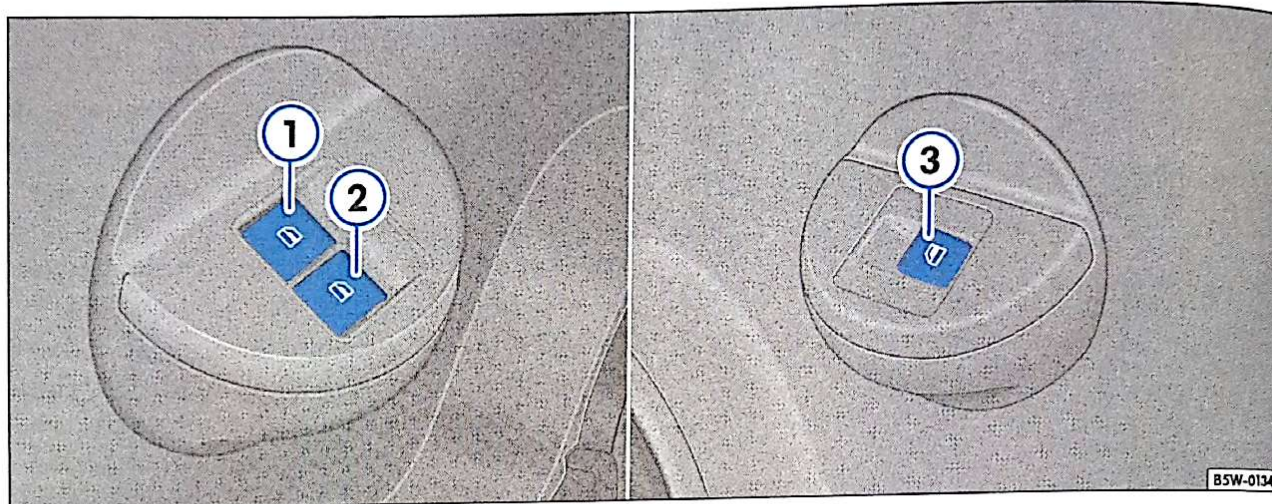

Fig. 55 Detalhe dos interruptores de acionamento elétrico dos vidros dianteiros na porta do condutor e na porta do passageiro dianteiro
- Mantenha a parte dianteira da tecla pressionada ⇒ fig. 55  para abrir a janela até a posição desejada.
– Puxe a tecla na parte dianteira ⇒ Página 70, fig. 55 ① e ② ou ③, por um breve instante, até o segundo nível. A janela fecha-se totalmente.
– Pressione a tecla na parte dianteira ⇒ Página 70, fig. 55 ① e ② ou ③, por um breve instante, até o segundo nível. A janela abre-se totalmente.